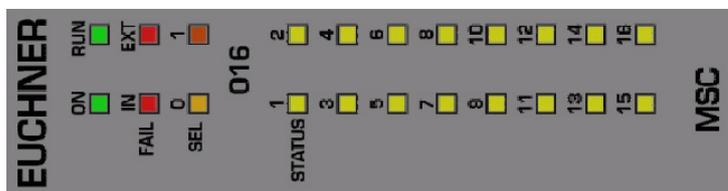

Figura 25:
8.3.13. Modulo O16 (Figura 25)